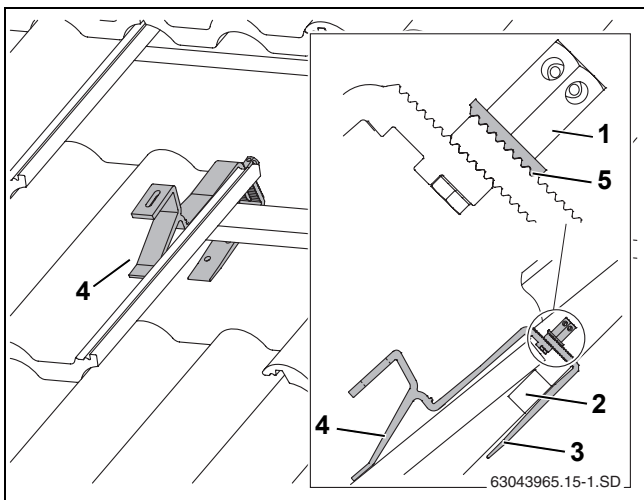

Bild 12 Eingehängter Dachhaken (zur besseren Ansicht sind einige Pfannen nicht dargestellt)
- ▶ Dachhaken so einhängen, dass die Abstützung vorne in einem Wellental aufliegt (Bild 12, [4]).
- ▶ Dachhaken-Unterteil (Bild 12, [3]) so weit hochschieben, bis dieses an der Dachlatte (Bild 12, [2]) anliegt.
- ▶ Lange Sechskantmutter (Bild 12, [1]) anziehen. Hierzu den Schlüssel SW 5 in ein Loch der Sechskantmutter stecken und drehen.
Die verzahnte Unterlegscheibe (Bild 12, [5]) muss in die Verzahnung des Dachhaken-Unterteils greifen.